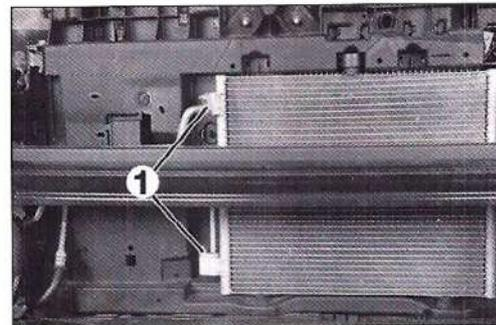

FIG. 38
- Desmontar las tuercas de fijación (1) (Fig.38).